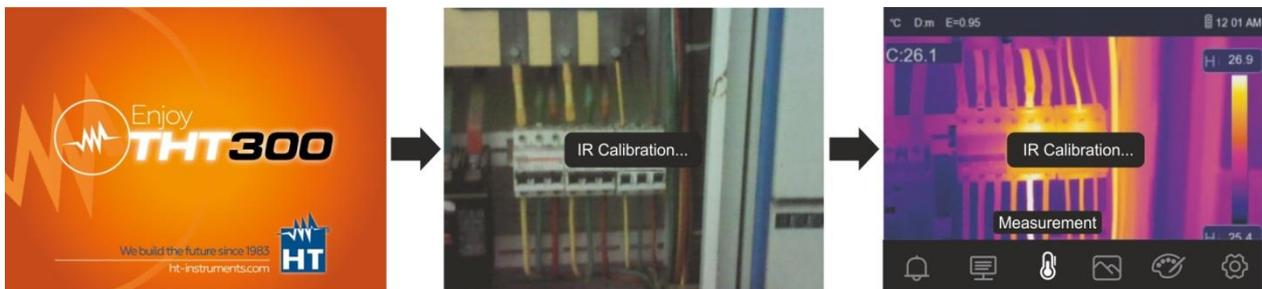

Fig. 4: Séquence de mise sous tension de l'instrument
1. Appuyez sur la touche  pendant **2 secondes** pour allumer l'instrument. Après l'affichage de l'écran d'accueil initial (voir Fig. 4 - partie gauche), l'instrument a besoin d'un certain temps de préchauffage (environ 30 secondes) afin de fournir des mesures de température précises et des images de qualité
2. L'instrument affiche d'abord l'image visible pendant quelques secondes et le message «**IR Calibration...** » afin d'étalonner correctement le capteur interne (voir Fig. 4 - partie centrale)
3. Après quelques secondes, l'image IR s'affiche sur l'écran et l'instrument est prêt pour la campagne de mesures (voir Fig. 4 - partie droite)